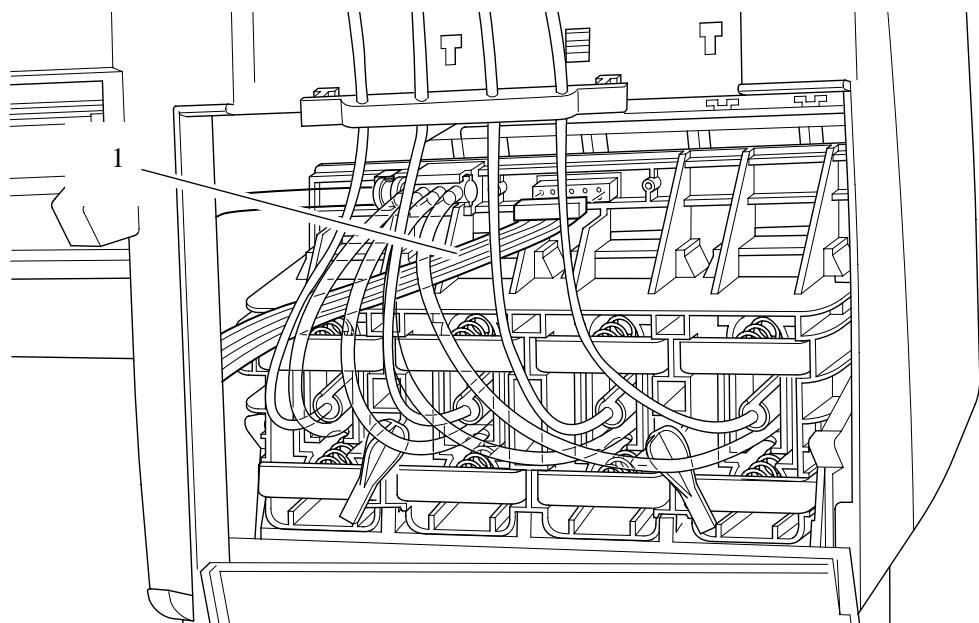

図 12: インク カートリッジ チューブ コネクタ ケーブル
- 5 インク カートリッジ チューブ コネクタ ケーブルを取り外します(図12参照)。